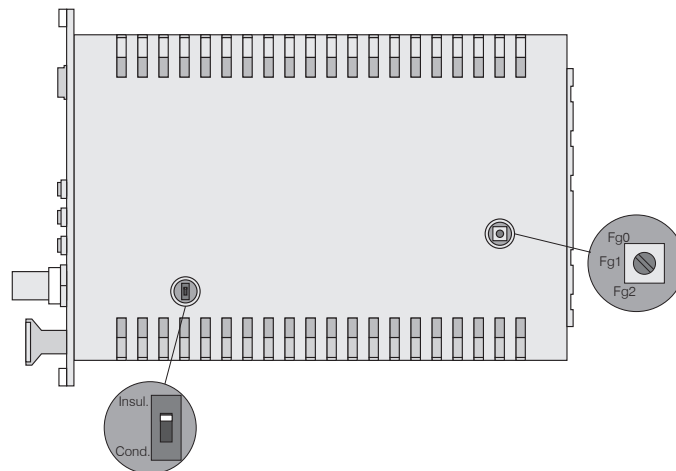

Abb. 27 Schalter auf Platine für Werkstoffwahl und Grenzfrequenz
Mit einem Schiebeschalter, siehe Abb. 27, wird zwischen leitenden und nichtleitenden Messobjekten umgeschaltet. In Stellung Cond. (elektrischer Leiter) ist nur die Nullpunkt-einstellung mit dem Zero-Trimmer aktiv. Die Verstärkung ist fest auf 0 bis 10 V über den gesamten Messbereich eingestellt.
Die Grenzfrequenz des analogen Ausgangssignals kann mit einem Drehschalter auf der Platine, siehe Abb. 27, eingestellt werden.
- Schiebeschalter im Controller in Stellung *Cond.* (elektrischer Leiter, siehe Abb. 27)
➡ Bringen Sie dazu den Schalter im Controller in die Stellung *Insul.* (isolierende Werkstoffe, siehe Abb. 27). Der nun notwendige Linearitätsabgleich wird entsprechend den Anweisungen, siehe 5.4, durchgeführt.
- Schiebeschalter im Controller in Stellung "Insul." (Isolator, siehe Abb. 27)